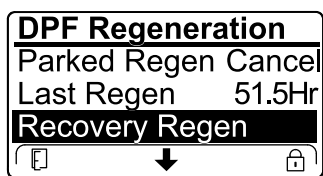

Figura 60
- Si el ordenador del motor no ha solicitado una regeneración de recuperación y se desplaza hasta la opción RECOVERY REGEN (Regeneración de recuperación), la regeneración de recuperación se bloquea y aparece el icono del candado (Figura 60) en la esquina inferior derecha del InfoCenter.